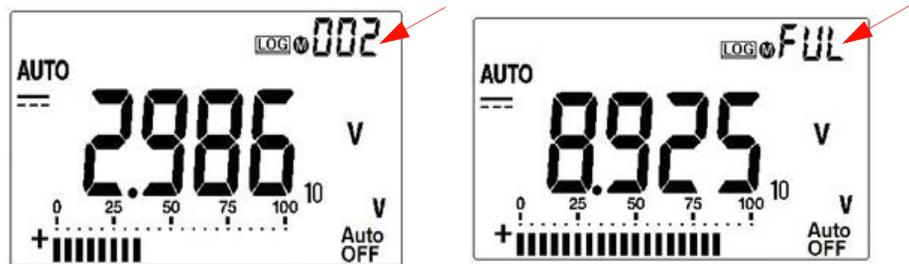

Figura 2-6 Indicador de registro manual
- 2 Vuelva a presionar  (Log) para obtener el siguiente valor que desee guardar en la memoria, consulte la Figura 2-6.